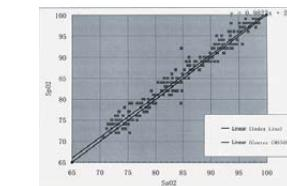
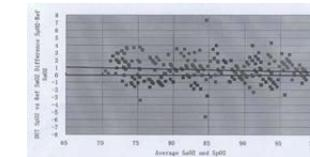

Figure 2. Graphique de régression de SpO2
Figure 3. Graphique Bland-Altman
- Précision de la mesure : ± 2 % pour la plage de 70 % ~ 100 % SpO2, et négligeable à moins de 70 %. ± 2 battements/min ou ± 2 % (sélectionnez la valeur la plus importante) pour la fréquence du pouls. Essai clinique : Graphique de régression de SpO2 et graphique Bland-Altman, consultez la Figure 2 et la Figure 3.